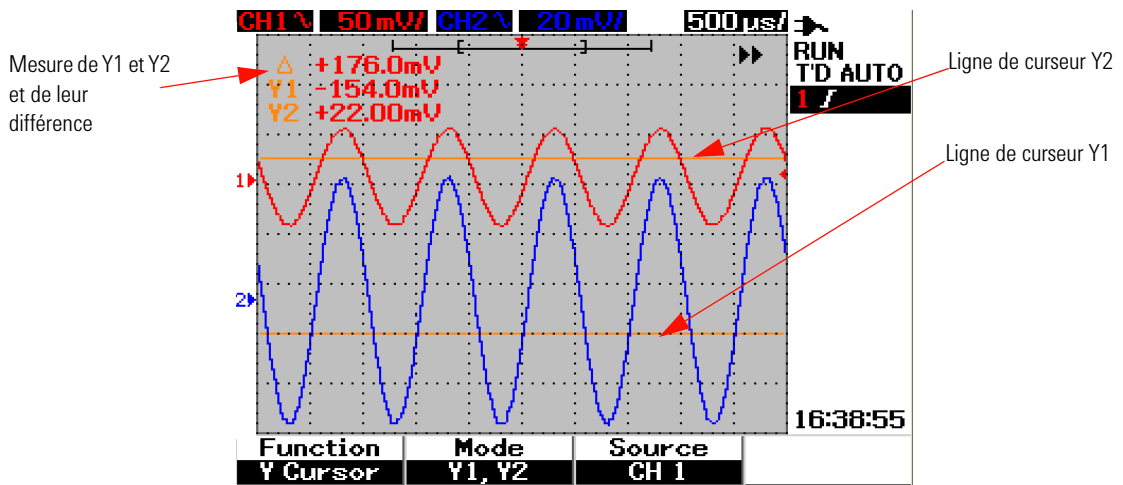

Figure 3-34 Mesure du signal de la voie 1 avec les curseurs Y1 et Y2
- 4 Dans la Figure 3-34, les deux curseurs (en mode Y1 et Y2) sont sélectionnés et la mesure est réalisée sur le signal de la voie 1.